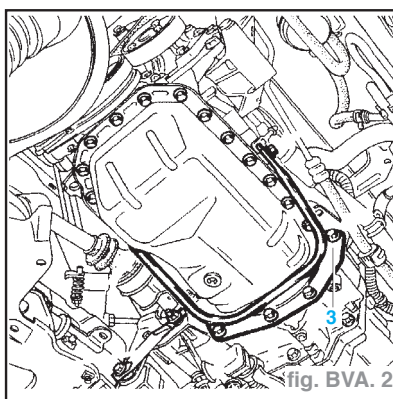

fig. BVA. 2
- le tirant moteur-boîte (3) ainsi que sa cale caoutchouc (fig. BVA. 2).